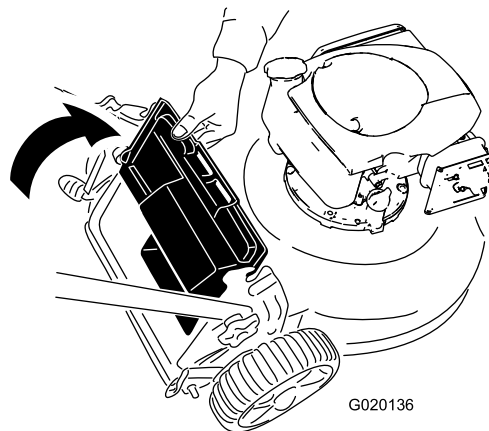

Figura 16
2. Tirate verso l'alto il deflettore posteriore e tenetelo sollevato (Figura 16).